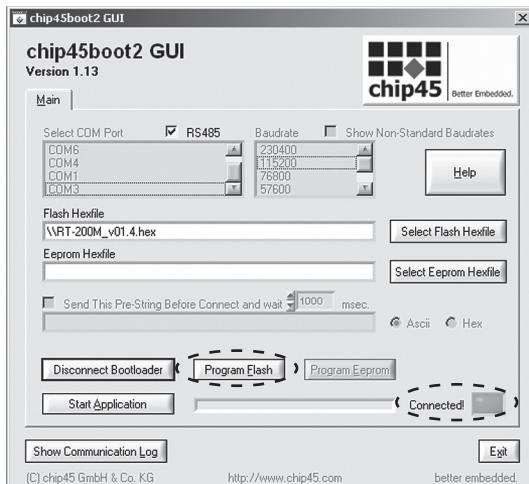

Рис. 26.
8. Проверить «соединение» программы с регулятором, сообщение – «**Connected**» + «зеленый индикатор», Рис. 26;